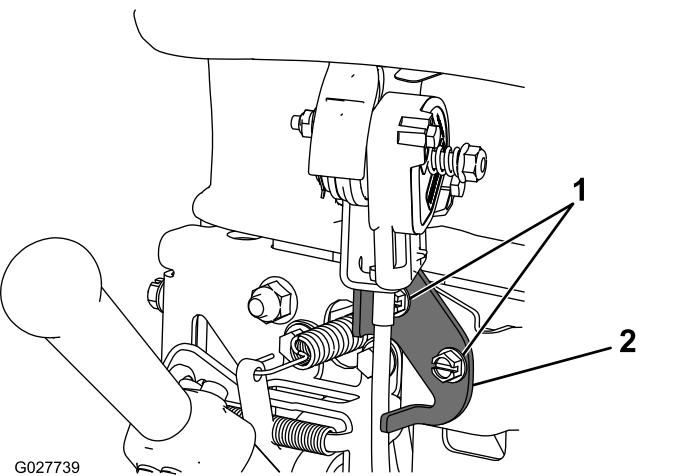

Figure 33
- Desserrez les 2 fixations de la commande d'accélérateur (Figure 33).